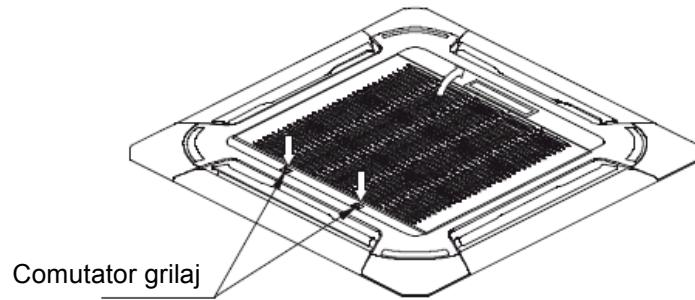

Fig.1-7
- Glisaţi cele două butoane ale grilajului către mijloc în acelaşi timp, apoi trageţi în sus de ele (Consultaţi Fig. 1-7)